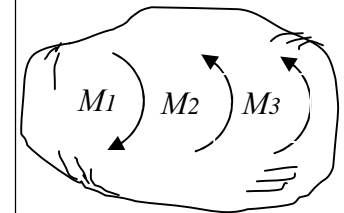

Рис.1.18
1.21. В одной плоскости расположены три пары сил. Определить момент пары сил M_3 , при котором эта система находится в равновесии, если моменты $M_1 = 510\text{ Нм}$, $M_2 = 120\text{ Нм}$ (рис.1.18)